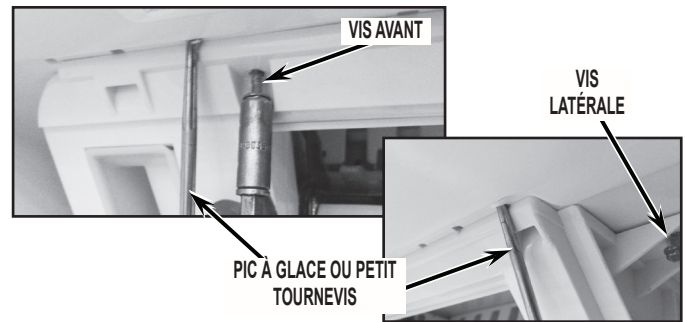

FIGURE 21
24. Remonter la boîte à glace au moyen des 2 vis ôtées à l'étape 13. Il est nécessaire d'exercer une pression considérable lors de l'installation de la boîte à glaçons afin d'aligner les trous des vis. Voir Figure 21.